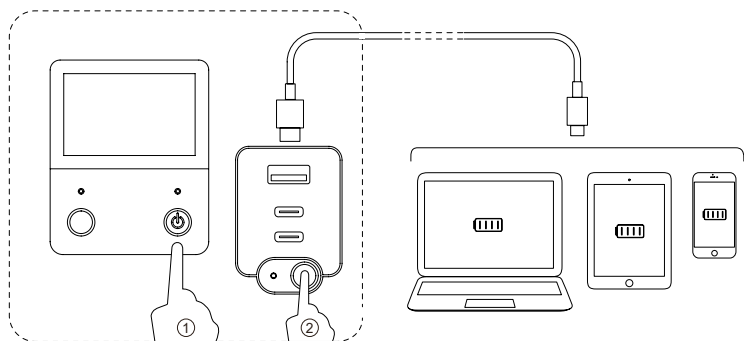

Рисунок 6. Схема використання виробу для живлення побутових USB-пристроїв постійного струму.
5.2.2.2 Живлення побутових USB-пристроїв постійного струму (рис. 6).